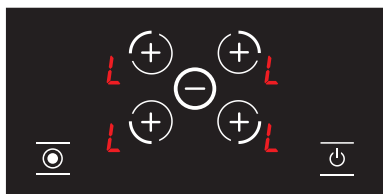

Рисунок 21
3. Блокировка от детей будет активирована, и все конфорки отображают значок **L**, чтобы указать, что блокировка от детей активна. (см. Рисунок 21) Если какая-либо из конфорок горячая, значки **L** и **H** будут показаны по очереди.